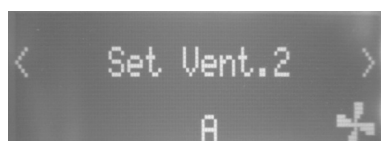

Fig. 7 - Écran
**Vit.Echangeur 2** - (UNIQUEMENT POUR POÊLES AVEC CANALISATION) cette fonction permet de sélectionner la vitesse souhaitée pour les ventilateurs CONDUITS D'AÉRATION de 1 à 5 ou A. A signifie automatique, la ventilation suit la puissance, configuration conseillée (voir **Fig. 7**).